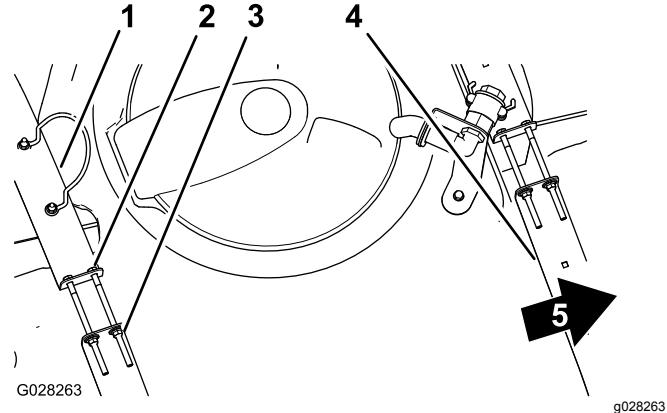

Figura 78
2. Verificate l'eventuale presenza di movimento tra le fasce del serbatoio e il serbatoio stesso (Figura 78).
3. Se le fasce risultano lente sul serbatoio, stringete i dadi di bloccaggio flangiati e i bulloni sulla parte superiore delle fasce fino a quando queste non sono pari alla superficie del serbatoio (Figura 78).